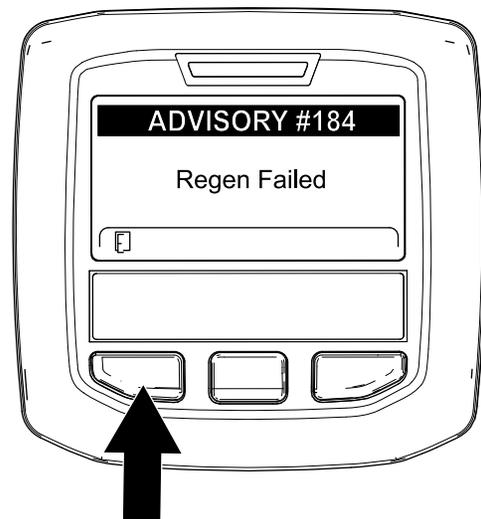

Figure 69
- Remarque:** Si la régénération échoue, l'InfoCenter affiche Advisory #184 (avis n° 184) (Figure 69). Appuyez sur le bouton gauche pour quitter l'écran d'accueil.